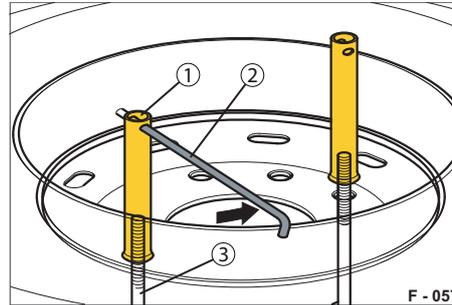

Abb. 79 Lösen der Rohrmutter
- ▶ Querstab (Abb. 79/2) entnehmen.
- ▶ Rohrmutter (Abb. 79/1) abschrauben. Querstab als Hebel verwenden, Hakenschraube (Abb. 79/3) festhalten.